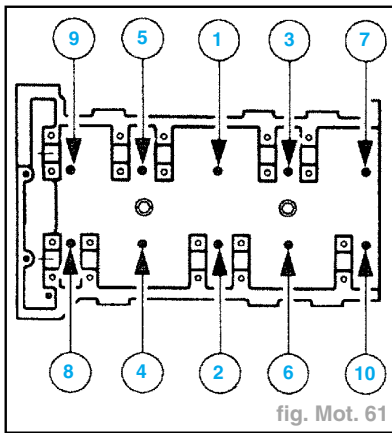

fig. Mot. 61
- Serrer les vis de la culasse dans l'ordre indiqué (fig. Mot. 61) :